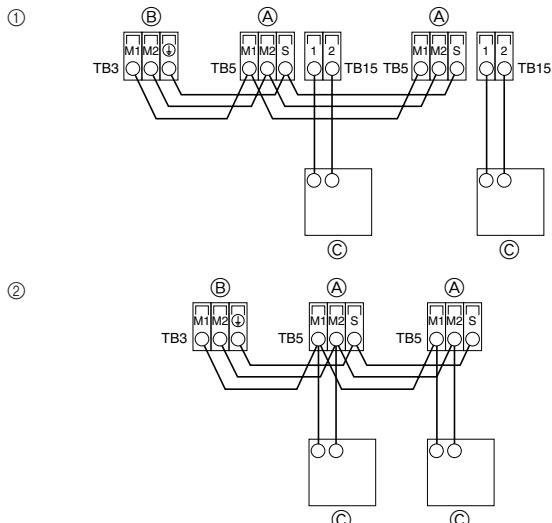

Fig. 4-2
4.2. Conexión de los cables de transmisión del mando a distancia y de las unidades exterior e interior (Fig. 4-2)
① Mando a distancia MA
- ② Mando a distancia M-NET